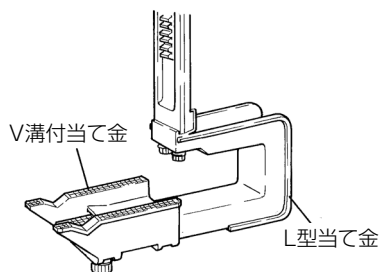

図 19
- 図 19 のように、L 型当て金と組合わせて使用できます。